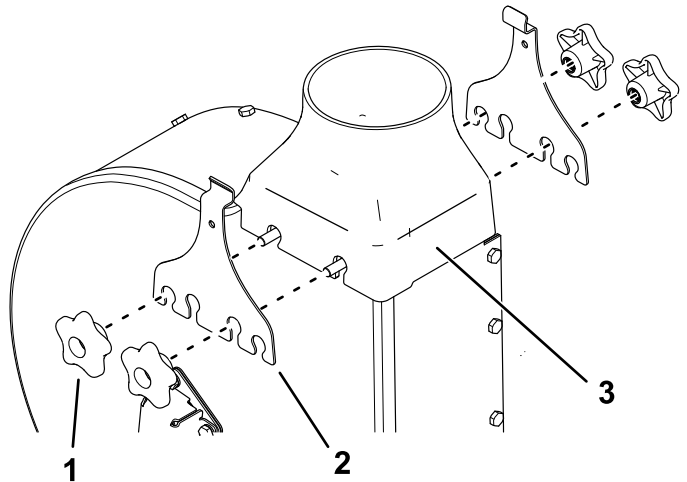

Figura 3
3. Retire os quatro manípulos, duas braçadeiras do soprador e transição do soprador do conjunto do soprador (Figura 3).